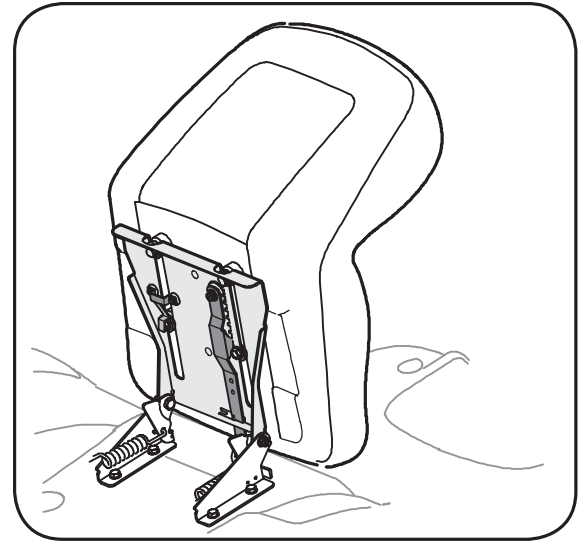

Figure 3-4
**REMARQUE :** Si le siège a été installé à l'envers sur le support de pivotement pour l'expédition, dégagez l'attache qui se trouve sur la butée et maintenez-la en position ouverte pendant que vous dégagez le siège du support de pivotement. Voir la Figure 3-4.
2. Faites glisser le siège jusqu'à ce que la cale d'écartement avant s'enclenche dans la butée. Voir la Figure 3-4.